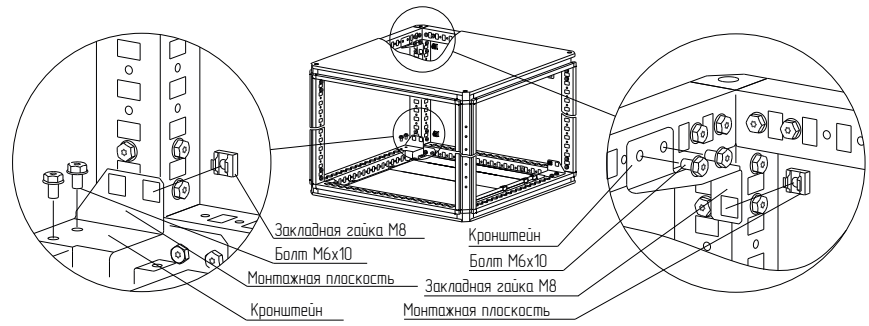

Рисунок 11
4.5.2 Закрепить на крыше и основании кронштейны болтами М6×10 (рисунок 11). Момент затяжки – 7 Н·м. Монтажная плоскость кронштейнов должна быть на равном удалении от фасадной плоскости каркаса.
4.5.3 Установить закладные гайки М8 в квадратные отверстия кронштейнов (рисунок 11).